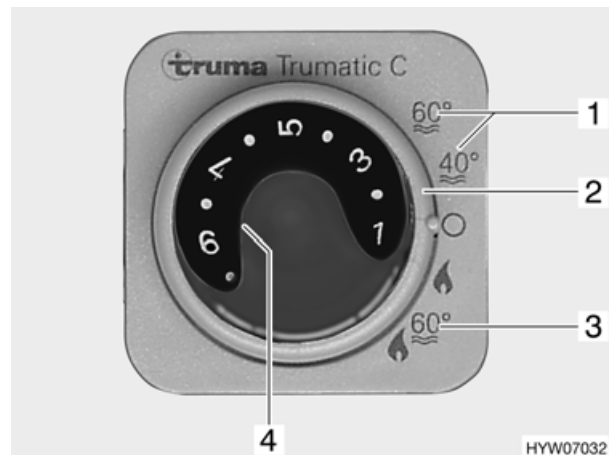

Fig. 73 Centralina di controllo per riscaldamento/boiler
Il boiler è integrato nel riscaldamento e funziona a gas. Il boiler si accende dalla centralina di controllo (Fig. 73) con l'interruttore girevole (Fig. 73,2).
Durante il funzionamento invernale "Riscaldamento e boiler" (Fig. 73,3), accendendo il riscaldamento è riscaldata automaticamente anche l'acqua nel boiler. Quando il riscaldamento si spegne al raggiungimento della temperatura ambiente desiderata, il boiler continua a riscaldare l'acqua, fino a quando questa raggiunge la temperatura impostata.
Durante il funzionamento estivo (Fig. 73,1) l'acqua è riscaldata soltanto nel boiler fino a 40 °C o 60 °C. L'acqua si riscalda a 60 °C in ca. 1 ora. La luce spia gialla (Fig. 73,4) si accende durante la fase di riscaldamento del boiler.
- Sulla centralina di controllo (Fig. 73) posizionare l'interruttore girevole (Fig. 73,2) su "Funzionamento estivo" (Fig. 73,1).
La luce spia gialla (Fig. 73,4) si accende durante la fase di riscaldamento. Al raggiungimento della temperatura dell'acqua desiderata, la fase di riscaldamento termina e la luce spia gialla si spegne.
- Sulla centralina di controllo (Fig. 73) posizionare l'interruttore girevole (Fig. 73,2) su "Spento".